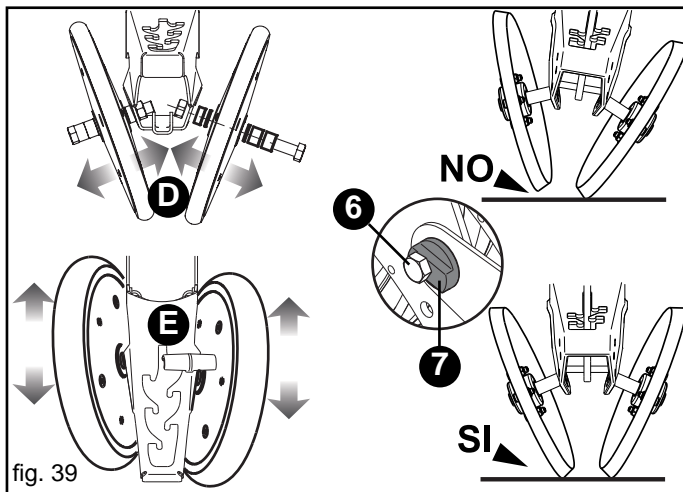

fig. 39
Se le ruote di copertura non risultassero allineate con il solco di semina («NO», Fig. 39), operare come segue:
- Allentare la vite di bloccaggio (6, Fig. 39).
- Girare la camma (7, Fig. 39), di mezzo giro alla volta, in senso orario per spostare le ruote di copertura verso destra, ed in senso antiorario per spostarle verso la parte sinistra.
NOTE: Dopo aver centrato le ruote di copertura, assicurarsi che le ruote appoggino contemporaneamente al suolo («SI» Fig. 39) con la stessa forza.